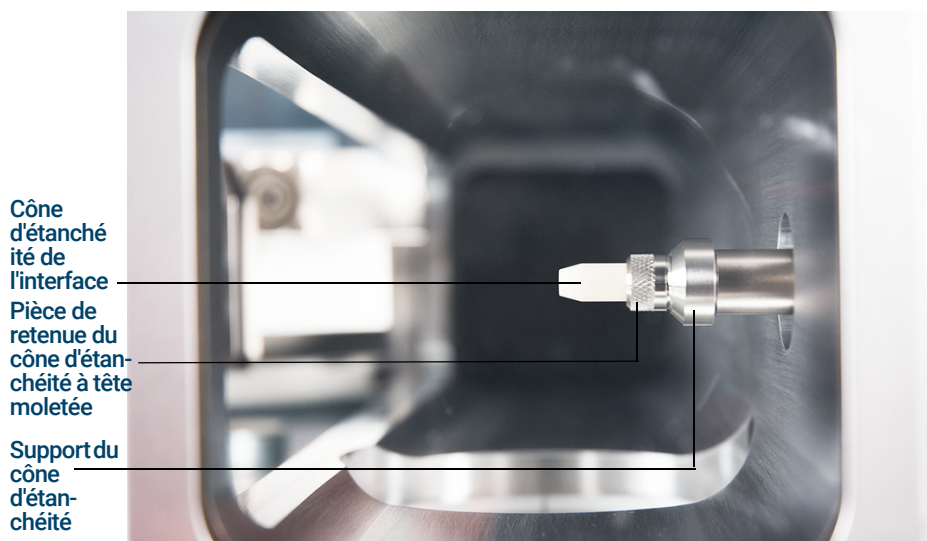

Figure 8. Cône d'étanchéité de l'interface
- 1 Vérifier que la source CI, EI XTR ou HES est installée. Ce cône d'étanchéité et son ressort ne doivent pas être installés lorsqu'une source EI SS ou Inert est installée (voir **Figure 8** page 57).